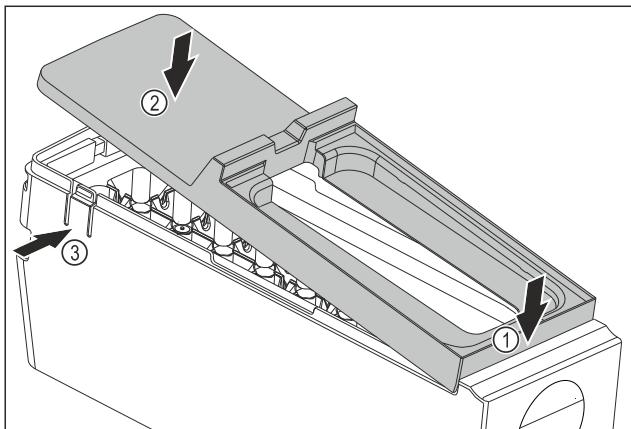

Fig. 139
- Montáž krytu korpusu EasyTwist-Ice: Nasadte kryt na přední stranu. Fig. 139 (1)
- Spusťte kryt vzadu dolů. Fig. 139 (2)
- Kryt slyšitelně zaklapne v obou lamelách Fig. 139 (3).